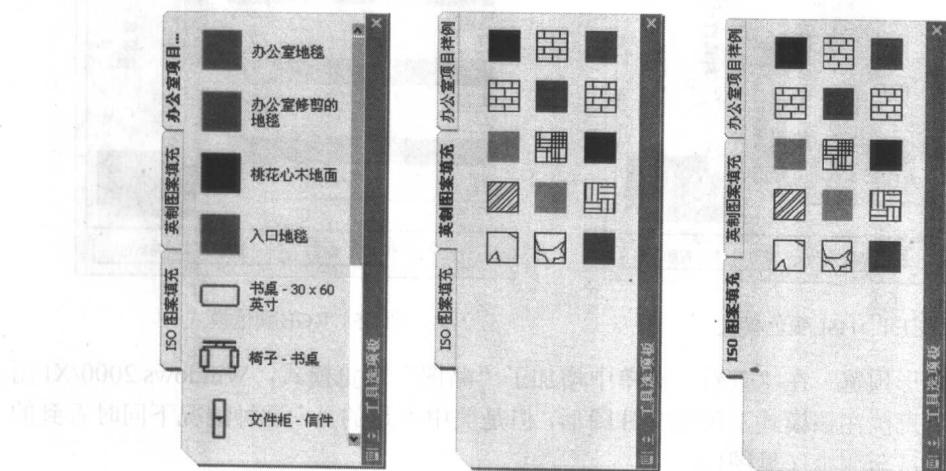

图 1.2 工具选项板
- **工具选项板** 工具选项板（见图1.2）提供了对组织块和图案的填充。将块和图案填充组织到工具选项板中之后，可以轻松地将块和图案填充插入到图形中。将工具选项板和设计中心一起使用，可以创建自定义工具选项板。可以使用设计中心从任意图形中选择块或从AutoCAD图案文件中选择填充图案，然后将其置于工具选项板上以便于使用。